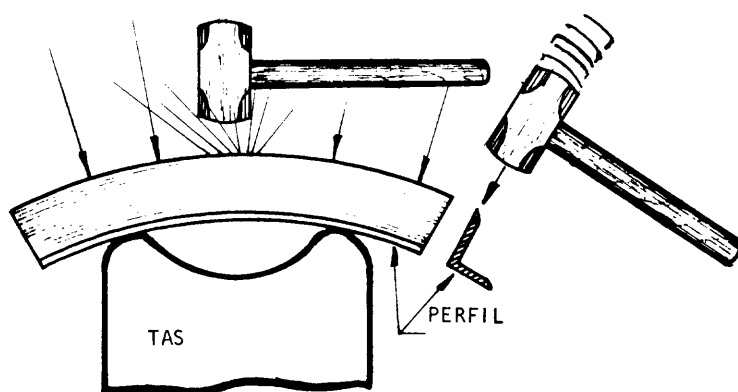

Fig. 1
- a Coloque la chapa en la mesa de entrada de la máquina (fig. 1).
CASO I - PERFIL ÁNGULO CON ALA CURVADA (Figs. 1 y 2)
- ___ b Golpee con el martillo la parte externa del perfil (figs.1 y2).